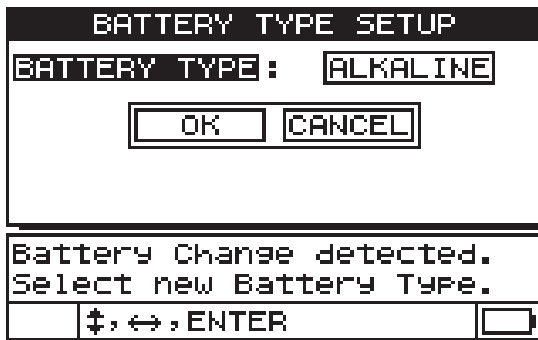

图 2-3 选择电池类型
- 回答出现在屏幕底部的有关电池类型设置的问题，使用向右或向左箭头键，然后按 [ENTER]（确定）键（参见第 22 页的图 2-3）：